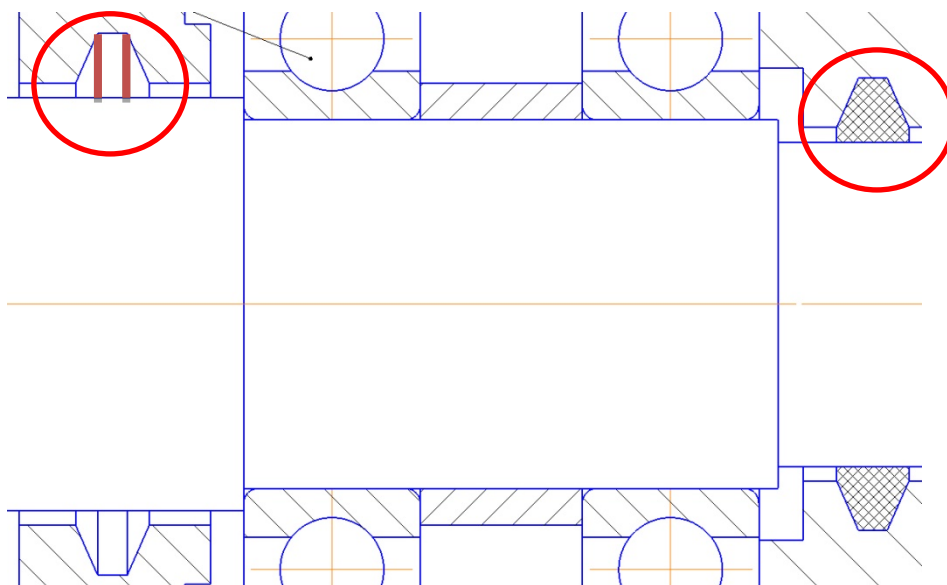

Рис. 4.69. Очистка и штриховка области уплотнений
- Выберите команду «Усечь кривую»  «Усечь кривую» на панели «Правка» и очистите область уплотнений, в очищенной области выполните штриховку (тип штриховки – неметалл, шаг – 1) (рис. 4.69).